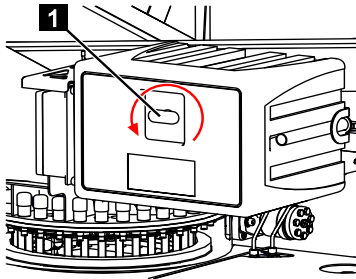

Fig. 214
2. Tourner le verrouillage (Fig.214/1) dans le sens inverse des aiguilles d'une montre.